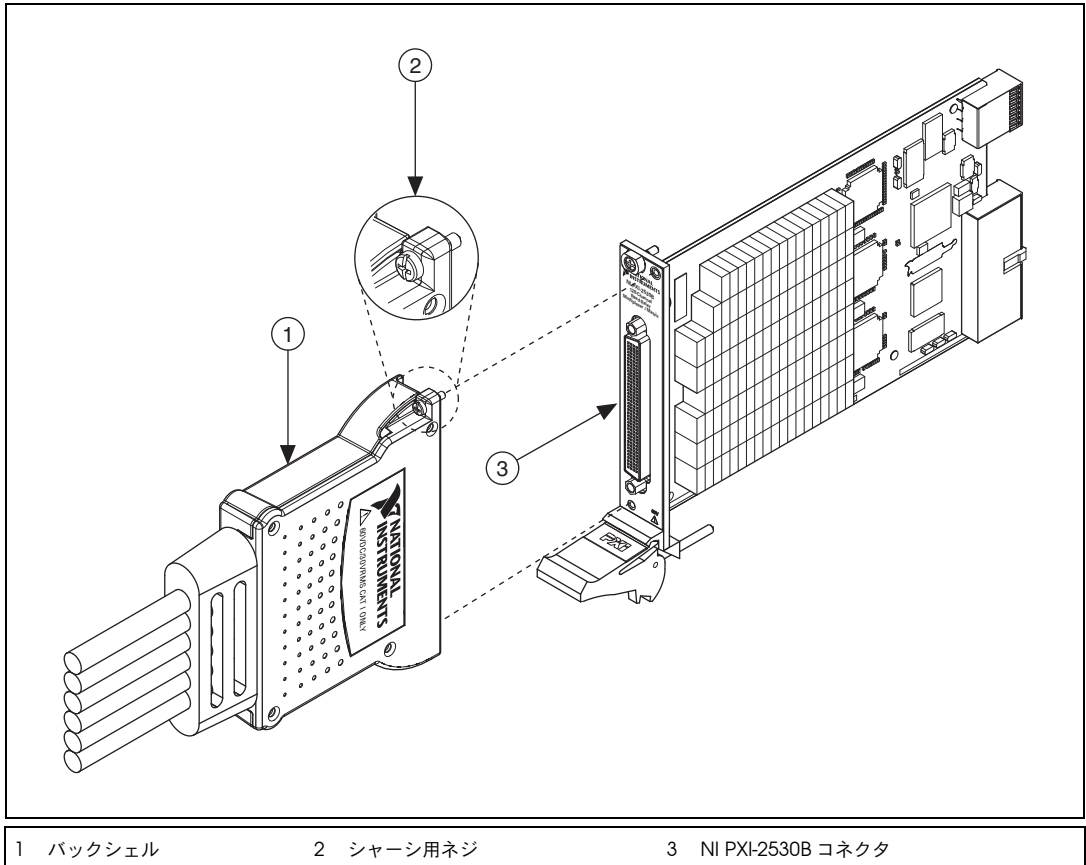

図 2 ケーブルを NI PXI-2530B に接続する
1. 図 2 に示すように、ケーブルのバックシェルをスイッチモジュール上の NI PXI-2530B コネクタに接続します。